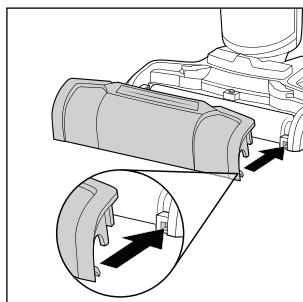

Rys. 39
- ◆ Ponownie zamontuj wałek szczotkowy **6** i osłonę przeciwbrzegową **7** w urządzeniu, najpierw umieszczając wałek szczotkowy **6** w uchwycie po prawej stronie podstawy **3** (patrz rys. 39).